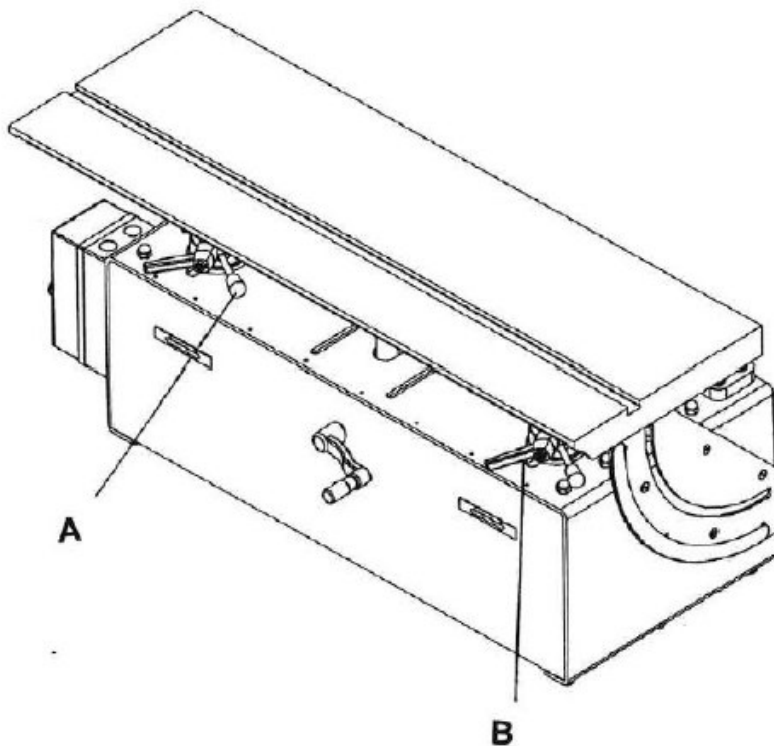

Abb.6-1: Arbeitstisch einstellen
Schritt 1: Lösen Sie die beiden Einstellhebel (Pos. A, Abb. 6-1)) und (Pos. B, Abb. 6-1) auf der rechten und linken Seite.